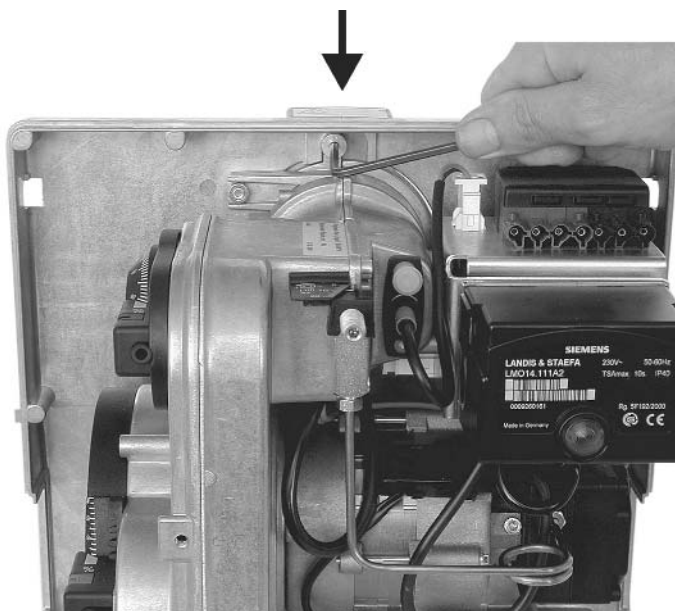
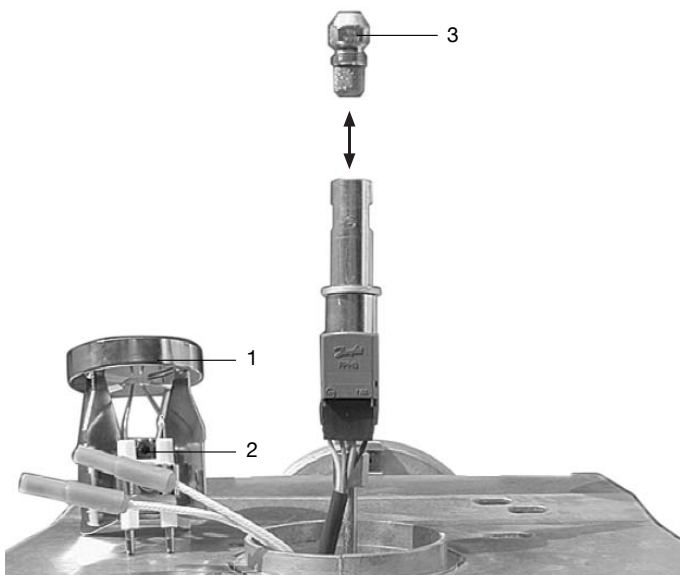

Abbildung 8 / Afb. 8 / Figure 8
Abbildung 9 / Figure 9
Die Service-Schraube mit Innensechskant-Schlüssel 4 mm mit einer 1/2 Umdrehung lösen (siehe Abb. 8), den Brenner nach links verdrehen und aus dem Brennerrohr herausziehen. Anschließend in Serviceposition einhängen (siehe Abb. 9).
- Schraube 2 mit Innensechskant-Schlüssel 4 mm lösen und Stauscheibe 1 abnehmen (siehe Abb. 9).
- Vorhandene Düse 3 entfernen und gewählte Düse einschrauben (siehe Abb. 9).
De serviceschroef met een inbussleutel van 4 mm een halve slag losdraaien (zie afb. 8), de brander naar links verdraaien en uit de branderbuis trekken. Vervolgens in de servicepositie hangen (zie afb. 9).
- Schroef 2 losmaken met een inbussleutel van 4 mm. en de vlamhaker verwijderen (zie afb. 9).
A l'aide d'une clé à six pans creux de 4 mm, desserrer la vis de service d'1/2 tour (Cf. fig. 8), tourner le brûleur vers; la gauche et le retirer du tuyau. Le mettre en suite dans la position de service (Cf. fig. 9).
- A l'aide d'une clé à six pans creux de 4 mm, dévisser la vis 2 et retirer l'écran réducteur de pression (Cf. fig. 9).
- Retirer le gicleur 3 en place et visser le nouveau gicleur (Cf. fig. 9).